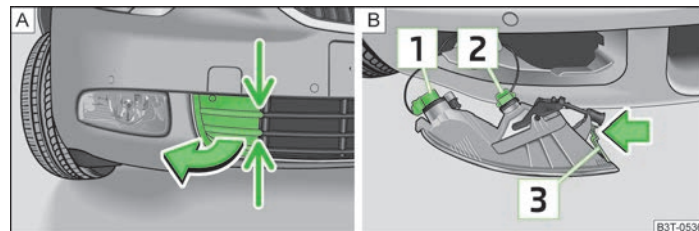

Fig. 188 Paragolpes delanteros: Cubierta/faro antiniebla con luz de marcha diurna
- Coger la tapa por los puntos indicados con flechas » fig. 188 - **[A]** y extraerla.
- Meter la mano en la apertura en la que se encuentra la tapa, y presionar la pestaña de enclavamiento **[3]** » fig. 188 - **[B]**.